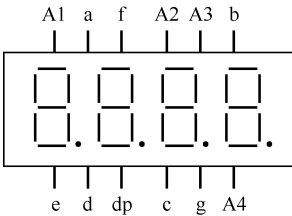

图 6-51 四位 LED 的引脚排列及定义
(2) 4 位显示器的引脚及定义：对于 4 位数码显示器，引脚排列及定义如图 6-51 所示。这是一个四位、七段、带小数点、12 引脚的 LED 显示器，每一笔画对应一个字母，DP 是小数点；A1、A2、A3、A4 是位选线，分别与四个数码管相连，以确定相应位是否显示，显示的具体内容由 a、b、c、d、e、f、g 决定。